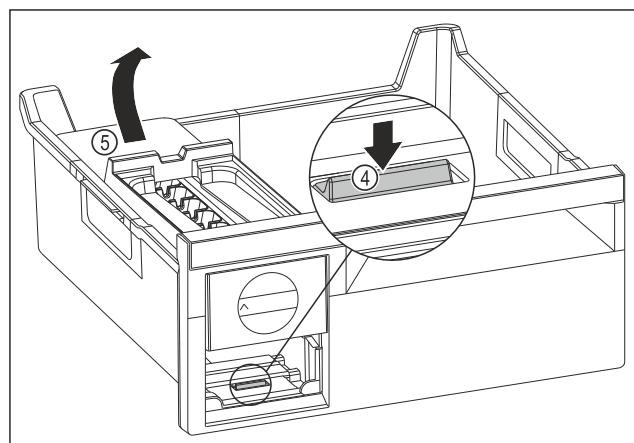

Fig. 78
- Odstranjevanje glavnega dela EasyTwist-Ice: Spono Fig. 78 (4) s prstom potisnite navzdol in hkrati z drugo roko glavni del EasyTwist-Ice Fig. 78 (5) od zadaj dvignite.